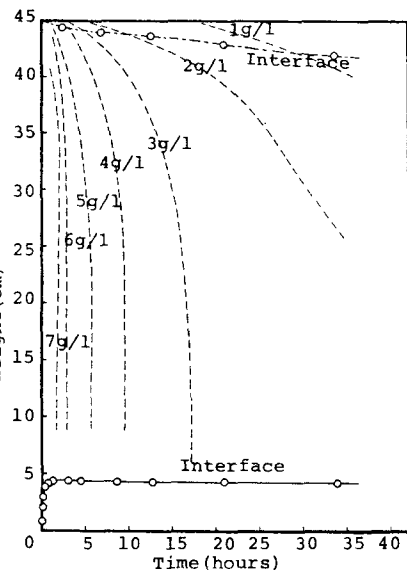

Fig. 5 Settling curve for 47g/l
次に初期濃度が、大きく異なる3つの場合の濃度変化をFig. 5~7に示す。それぞれ番号順に、上述の①~③のケースに相当する。各国における等濃度線は複雑な形状を示し、Kynchの理論から推測されるような直線によつては表しえないようである。また、界面 α 前後での濃度差は小さいが、界面 β では、大きく、等濃度線も界面 β の上下で大きく異なるようである。A層ならびにB層の濃度は上述のケースわけに従うなら、②、①、③、④の順に高くなり、凝集効果も無視しえないようである。